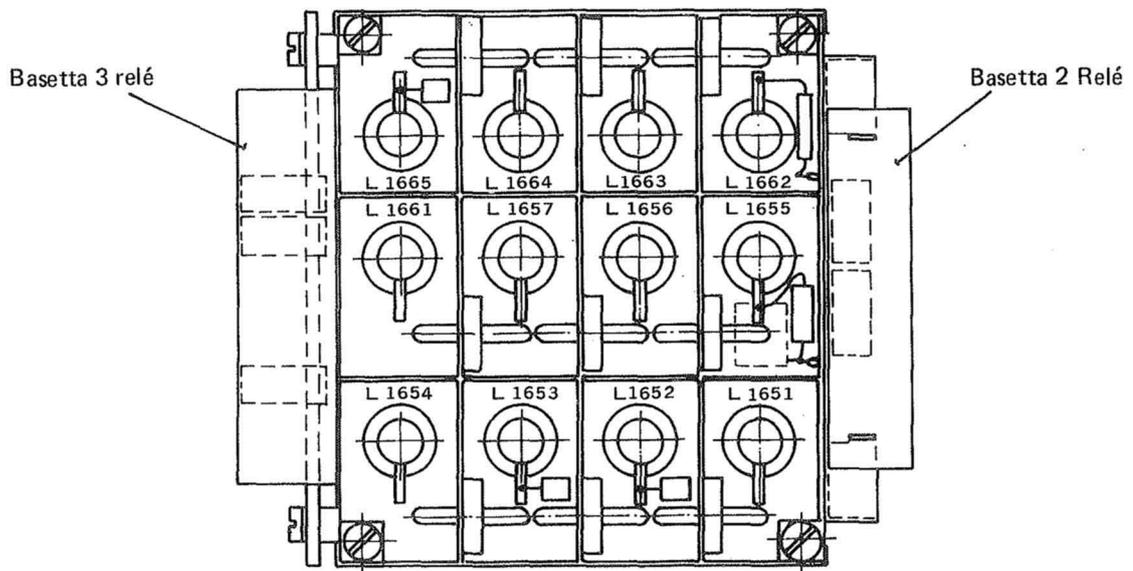

Fig. 3-16-4 — SCATOLA FILTRI DELL'AMPLIF. AM-215A/I
— Regolare le induttanze L1662, L1664 ed L1665 (Fig. 3.16.4) per avere un massimo su V di uscita.
— Regolare L1651 - L1652 - L1653 - L1654 (Fig. 3.16.4) di AM-215 per ottenere un max di potenza in uscita.
- Regolare le induttanze L1655 - L1656 - L1657 - 1658 (Fig. 3.16.4) fino ad ottenere la massima potenza possibile con l'attenuazione della 2a armonica  $\geq$  di 60 dB rispetto alla fondamentale.